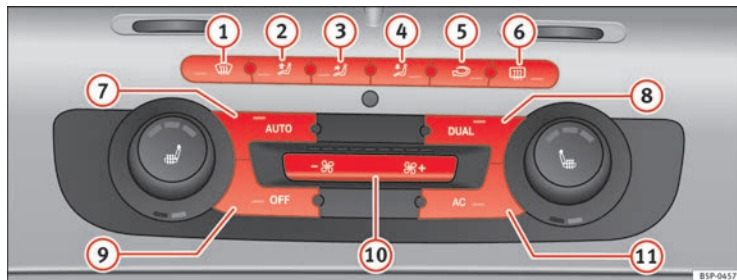

Abb. 134 Bedienelemente der 2C-Climatronic am Kombiinstrument.
- Zum Einschalten des manuellen Betriebs betätigen Sie eine der Tasten $\Rightarrow$ Abb. 134 ① bis ⑤ oder aber die Gebläsetasten ⑩. Die jeweils eingestellte Funktion wird am Display des Radios bzw. des Navigationssystems angezeigt.
- Drücken Sie die Taste  ⇒ Seite 169, Abb. 134 , um den Umluftbetrieb ein- oder auszuschalten. Bei eingeschaltetem Umluftbetrieb erscheint am Display das Symbol .